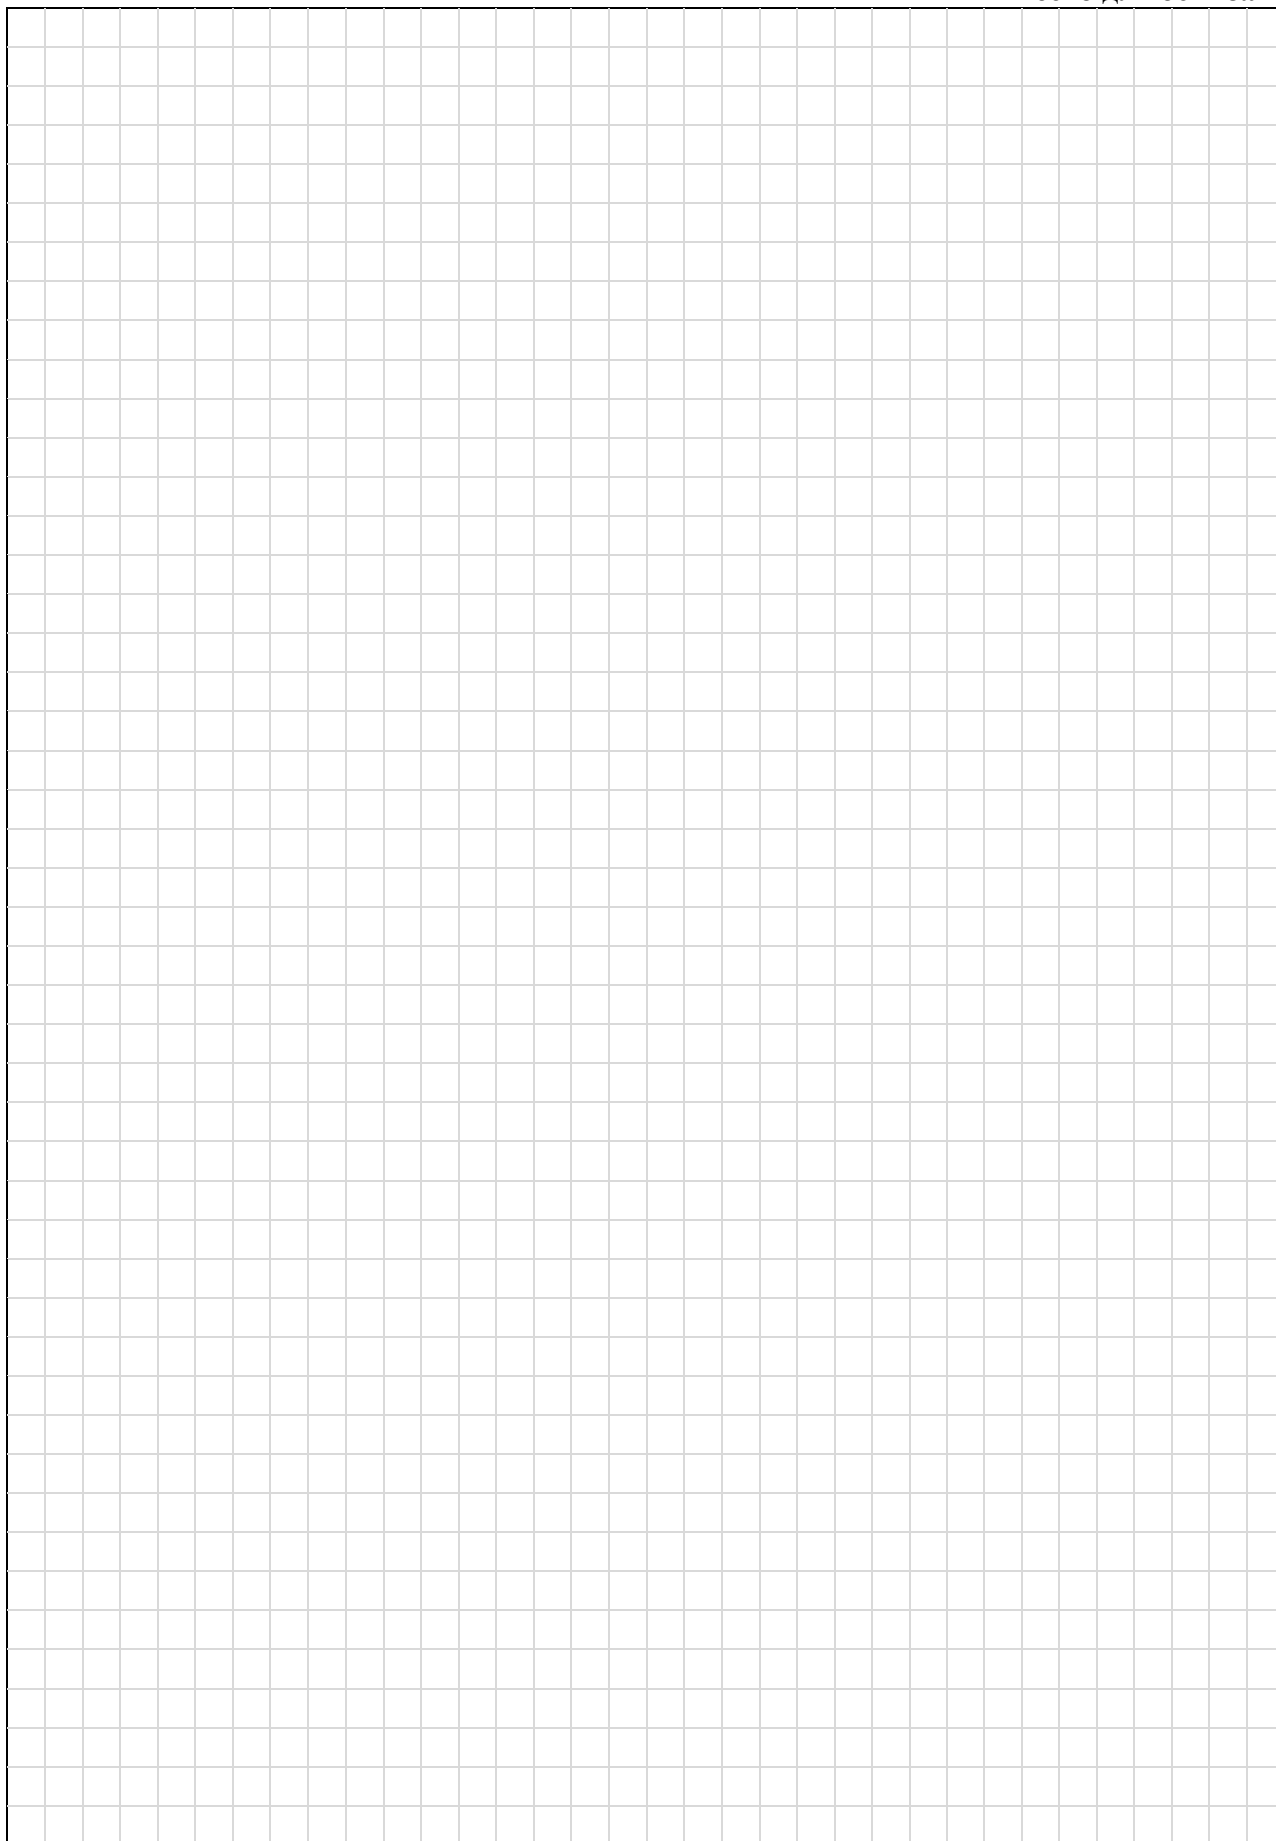

Рис. 1. Образец шипового соединения
1. По указанным данным сделайте прототип шипового соединения (Рис. 1).
4. Изготовить изделие на фрезерном станке с ЧПУ в соответствии с моделью (рис.1).